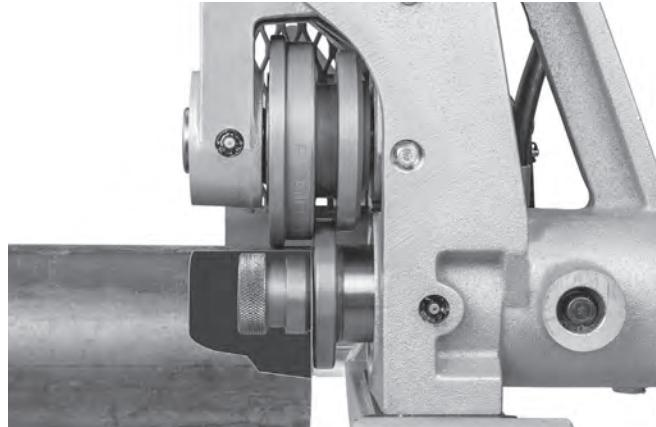

Abbildung 10 – Auflegen des Rohrs über die Antriebswelle, bündig mit dem Antriebswellenflansch (Stabilisator zur Verdeutlichung nicht abgebildet)
3. Zum Stützen des Rohrs müssen geeignete Rohrständen verfügbar sein. Stellen Sie die Höhe der Rohrstände so ein, dass das Rohr waagerecht liegt und der obere Innendurchmesser des Rohrs auf der Antriebsrolle sitzt (*siehe Abbildung 10*).
4. Legen Sie das Rohr auf den/die Ständer, wobei das Rohrende bündig mit dem Antriebswellenflansch abschließt und die Innenseite des Rohrs die Oberseite der Antriebswelle berührt (*Abbildung 10*). Vergewissern Sie sich, dass das Rohr stabil und sicher liegt.